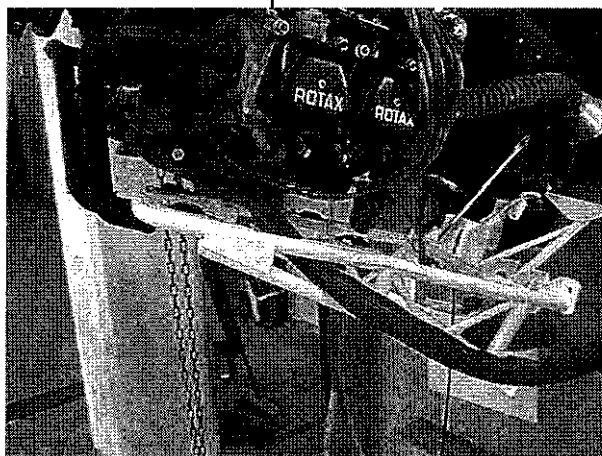

Fig. 18
5. Passare il tubo dell'olio all'interno del castello motore, come illustrato in fig.18.
5. Slide the oil tube through the engine mount, as indicated in fig. 18.